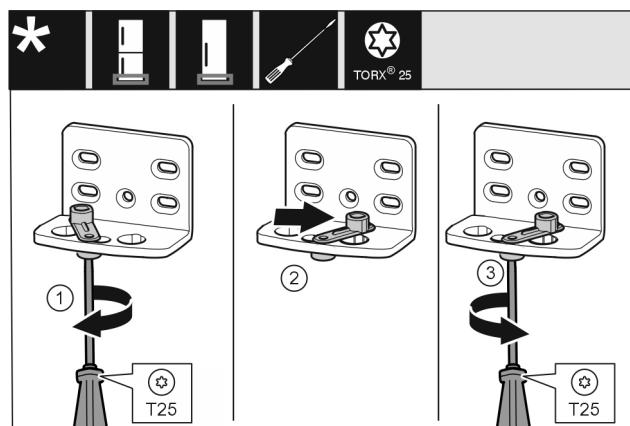

Fig. 16
- Schraube Fig. 16 (1) mit Schraubendreher lose schrauben.
- Türschließhilfe Fig. 16 (2) anheben und um 90° nach rechts in Bohrung drehen.
- Schraube Fig. 16 (3) mit Schraubendreher fest-schrauben.